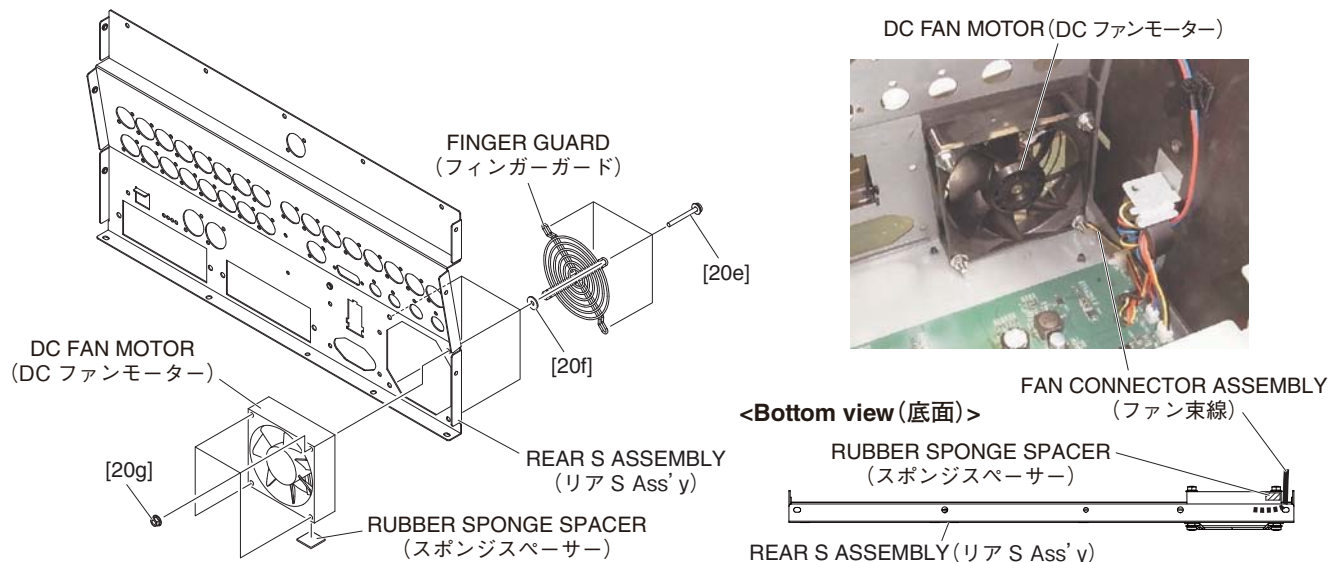

Fig. 9 (図9)
- A-14-6 Remove the four (4) screws marked [20e], the four (4) plain washers marked [20f] and the four (4) hexagonal flange nuts marked [20g]. The finger guard and DC fan motor can then be removed. (Fig. 9)
- A-14-6 [20e]のネジ 4 本と [20f]の平座金みがき丸 4 枚と [20g]のナット 6 角フランジ 4 個を外して、フィンガーガードとともに DC ファンモーターを外します。(図 9)
- ※ ファンモーターを取り付ける際は、ファン束線をスポンジスペーサーとリア S Ass'y の間を通します。たわんでファンに巻き込まれないようにしっかりと固定してください。(図 9)